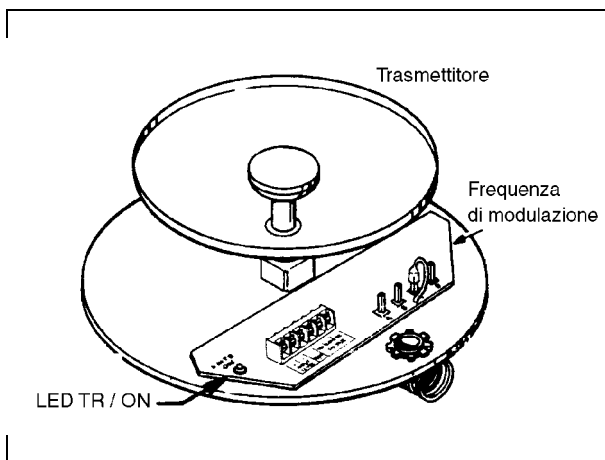

Fig. 19
- Controllare il funzionamento del Trasmettitore assicurandosi che il LED sul circuito stampato sia ACCESO (Fig. 19).